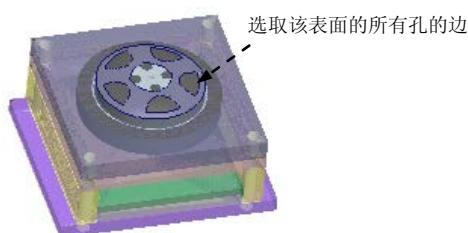

图 30.29 复制曲面
Step3. 复制曲面。在屏幕右下方的“智能选取栏”中选择“几何”选项。按住 **Ctrl** 键，选取图 30.29 所示的表面；单击 **模型** 功能选项卡 **操作** ▾ 区域中的“复制”按钮 ，然后单击 **模型** 功能选项卡 **操作** ▾ 区域中的“粘贴”按钮 。单击 **选项** 选项卡，选中 **排除曲面并填充孔** 选项，选取图 30.29 所示的表面中孔的边线，然后在“曲面：复制”操控板中单击  按钮。